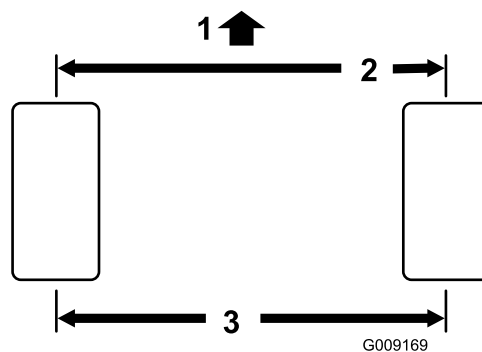

Рисунок 153
**Примечание:** Результат переднего измерения должен быть на 3 мм меньше, чем результат заднего измерения (Рисунок 153).